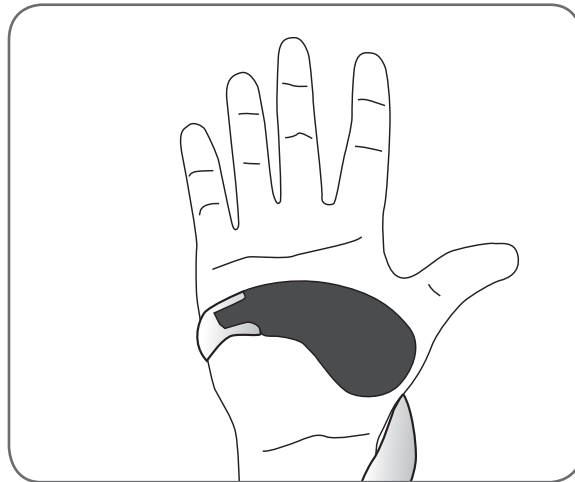

Abbildung 8-9: Positionieren der Daumenballenstütze
1. Legen Sie die Orthese auf einer stabilen Oberfläche ab, und führen Sie Ihre Hand in das gewundene Ende der Orthese ein. Die Daumenballen-Gewebeelektrode Nr. 3 muss am Daumenballen anliegen (siehe Abbildung 8-9).